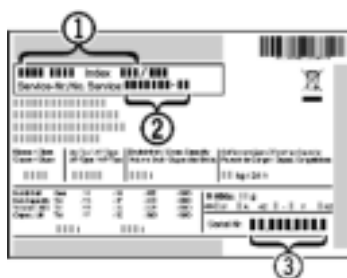

Fig. 41
- ▶ Apparaataanduiding Fig. 41 (1), servicenummer Fig. 41 (2) en serienummer Fig. 41 (3) van het typeplaatje aflezen. Het typeplaatje bevindt zich aan de binnenkant van het apparaat.